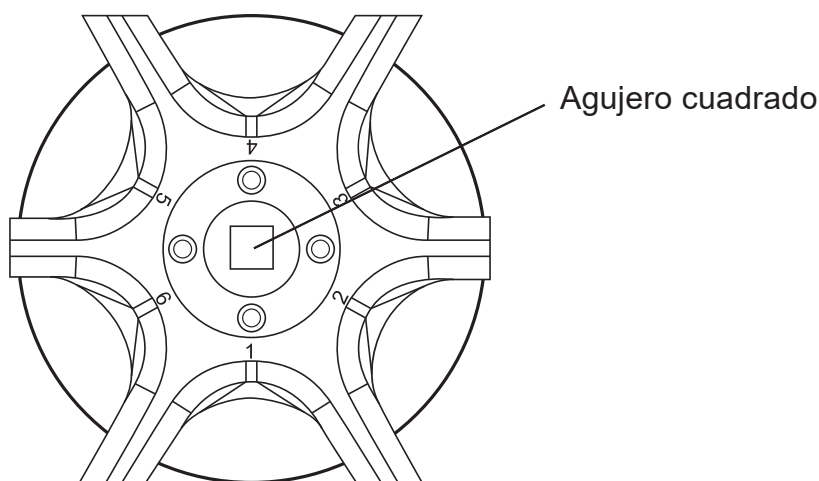

Figura 15. Idicación para la colocación del rotor.
3. Alinee el orificio cuadrado del cuerpo del rotor con el extremo cuadrado de la parte superior del eje impulsor. Debe enganchar el extremo cuadrado del eje impulsor con el orificio cuadrado del cuerpo del rotor (Figura 15).